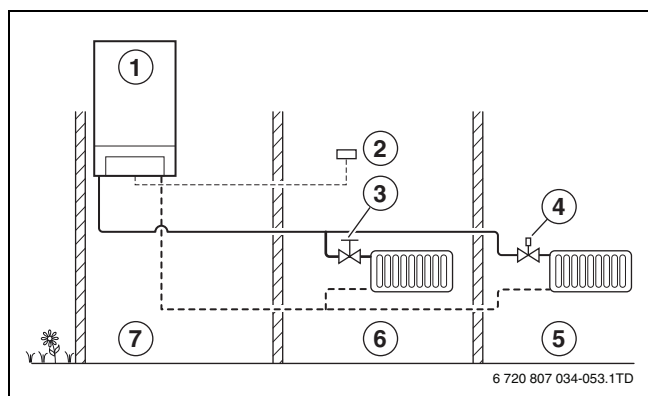

Fig. 23 Principiul de reglare al regulatorului în funcție de temperatura camerei
- La reglarea în funcție de temperatura încăperii, temperatura dorită este reglată în camera 1 cu ajutorul unității de comandă montate acolo (regulator comandat în funcție de temperatura încăperii). Pentru reglarea corectă a temperaturii încăperii, radiatoarele trebuie executate cu ventile de radiator manuale sau ventilele de radiator termostatic trebuie deschise complet (→ fig. 23).